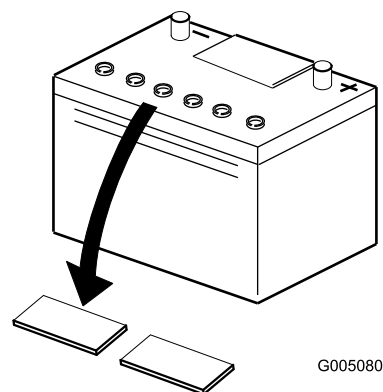

Figure 4
4. Nettoyez le dessus de la batterie puis retirez les bouchons d'aération (Figure 4).